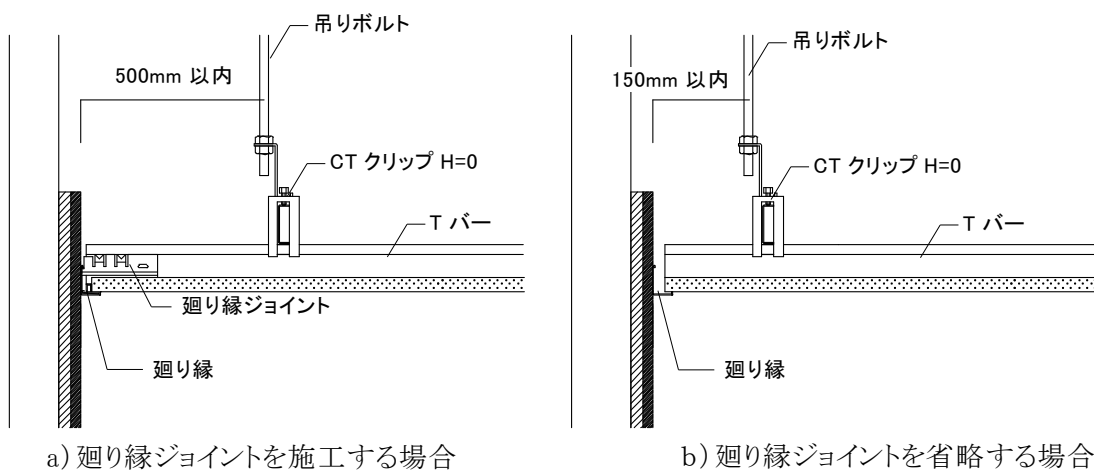
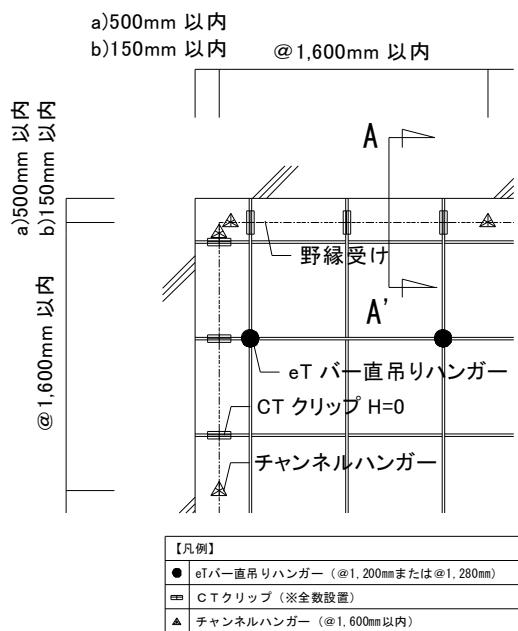

図2-5-1 壁廻りの納まり(A-A'断面)
図2-5-2 Tバー受けチャンネルの設置位置
①壁際の野縁受けについては、吊りピッチ@1,600 mm以内かつ以下の条件に従って設置すること。(図 2-5-1・図 2-5-2 参照)